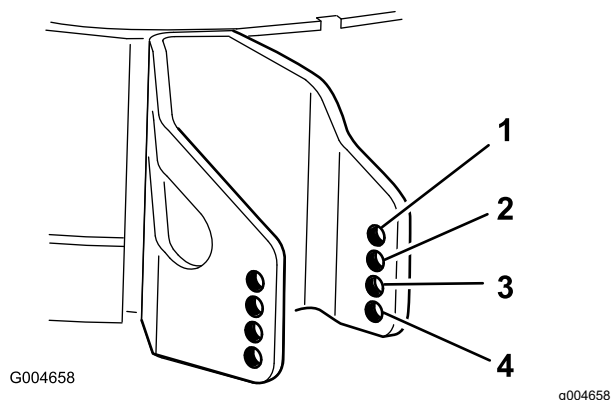

Figura 11
4. Escolha a dimensão do orifício ideal para que o rolo antidanos fique posicionado o mais próximo possível da altura de corte pretendida (Figura 11).